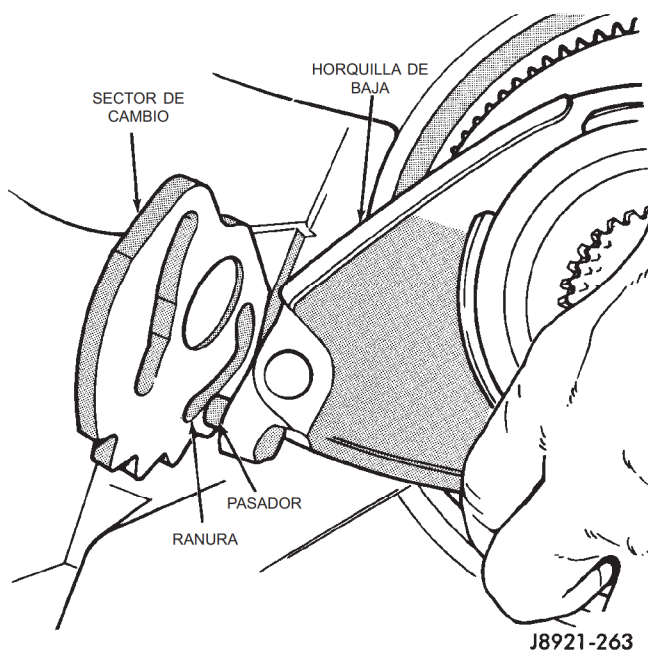

Fig. 37 Posición del sector de cambio
(15) Retire el sector de cambio (Fig. 37).